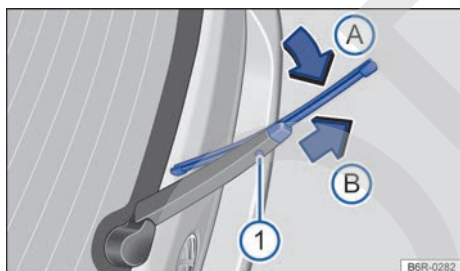

Fig. 160 Cambio de la escobilla limpiacristales de la luneta.
- Mantenga pulsada la tecla de desbloqueo → fig. 160 ①.
- Doble la escobilla en dirección al brazo del limpiacristales → fig. 160 (flecha A) y tire al mismo tiempo en el sentido de la flecha B. Es probable que tenga que emplear bastante fuerza.
- Inserte una escobilla nueva de la **misma longitud y tipo** en el brazo del limpiacristales en el sentido contrario al de la flecha → fig. 160 B hasta que encastre. Para ello la escobilla debe estar doblada → fig. 160 (flecha A).